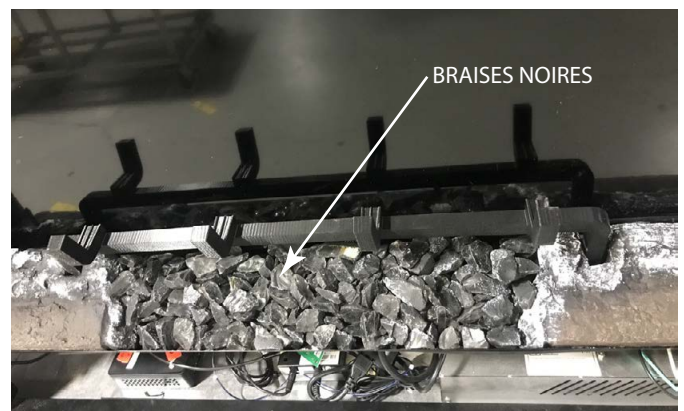

Figure 4.18 Installer les braises noires
### 5. Placer les braises noires entre les (2) pièces réfractaires de base. Les braises noires doivent recouvrir le filtre orange du lit de combustible. Voir la figure 4.18.